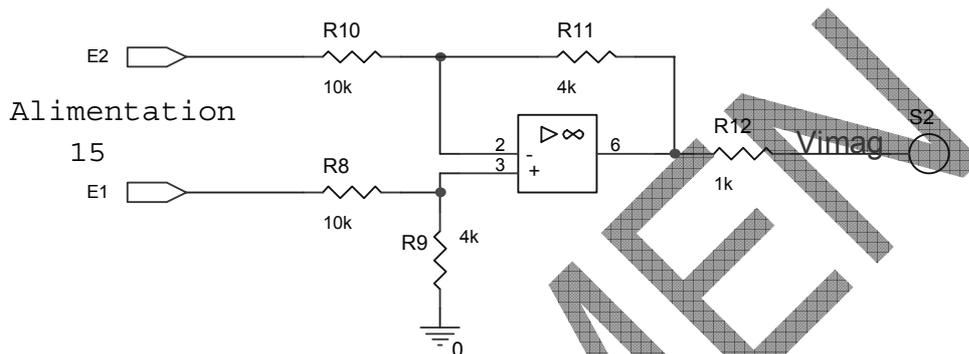

fig. 13
Le schéma ci-dessous fig.13 montre après calcul que :
- 1.6.1.4 En vous servant du schéma de la figure 13, expliquer pourquoi la valeur crête de la tension V_s n'est pas égale à celle du signal $2,5 \times V_{\text{image}}$